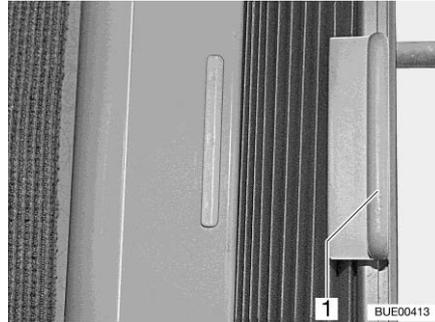

Fig. 37 Estor plegable
- Sujetar el estor plegable por el tirador (Fig. 37,1) y correr hacia la izquierda o hacia la derecha.